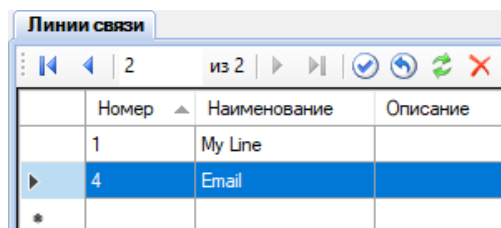

Рисунок 49 – Создание линии связи
- 1) Создать линию связи (см. рис. 49), КП и канала управления для работы электронной почты, если отчёты необходимо отправлять по заданным адресам.